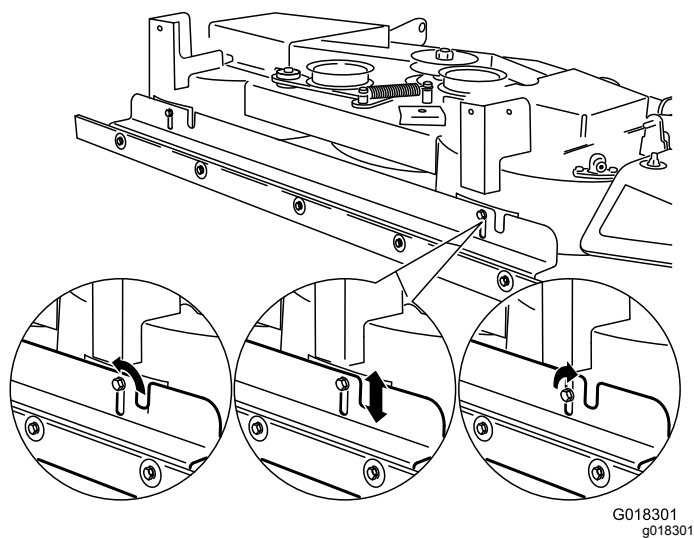

Figura 6
Normalmente, se consiguen los mejores resultados de rayado con el borde inferior de la rasqueta a 6 mm – 12 mm ($\frac{1}{4}$ " – $\frac{1}{2}$ ") por debajo del borde inferior de la carcasa (Figura 6).
3. Afloje los 2 tornillos con arandela prensada (autorroscantes) que sujetan la pletina de sujeción (Figura 6).
- Para intensificar el efecto rayado, baje la pletina de sujeción hasta obtener el efecto deseado (Figura 6).
- Para disminuir el efecto rayado, eleve la pletina de sujeción hasta obtener el efecto deseado (Figura 6).
6. Apriete los 2 tornillos con arandela prensada (autorroscantes) que sujetan la pletina de sujeción (Figura 6).